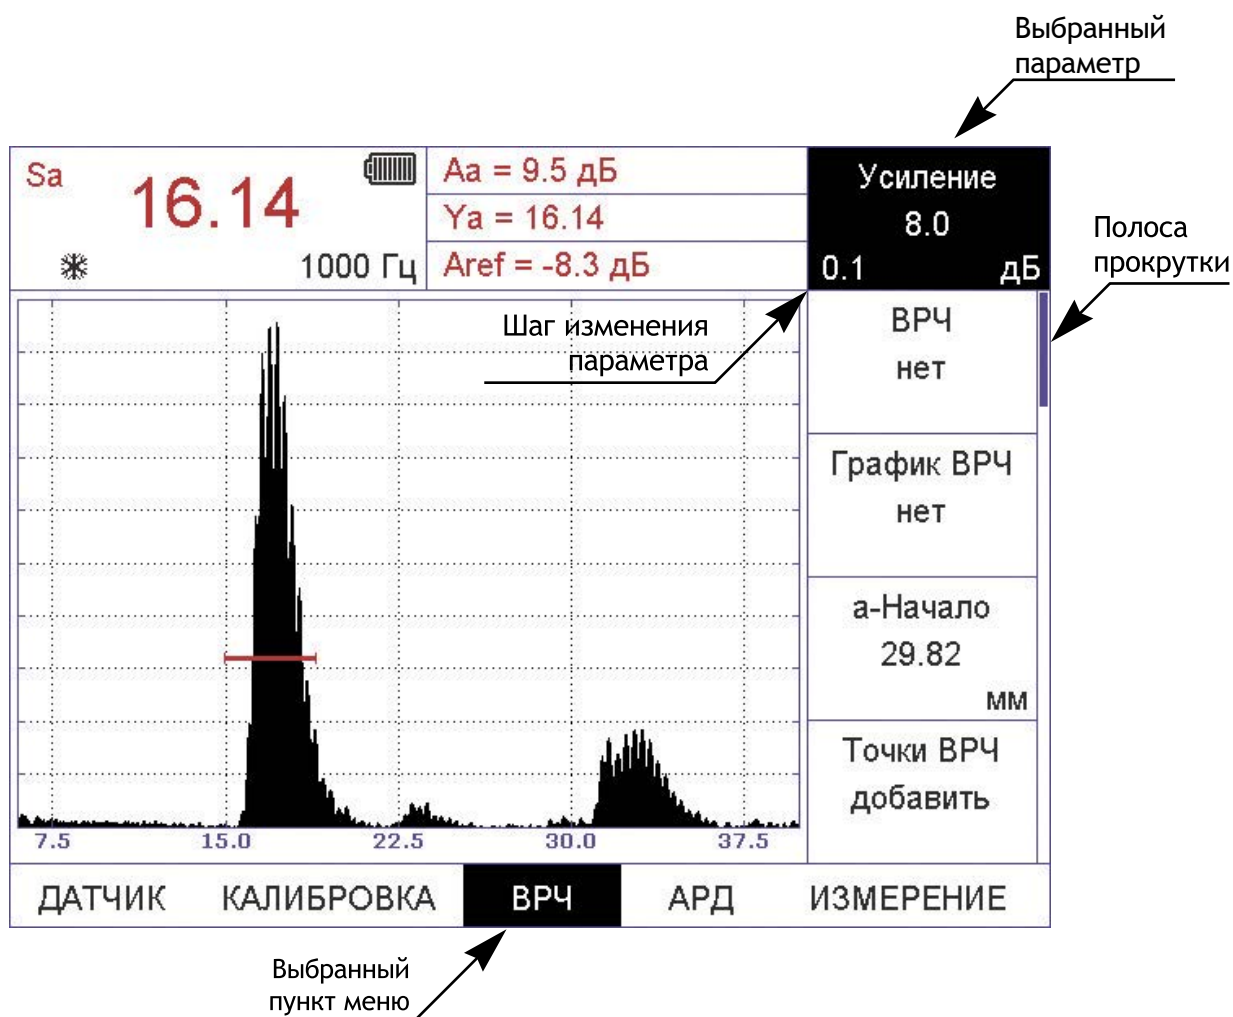

Рис. 1-8 Работа с меню дефектоскопа
*Замечание: Рис. 1-8 показывает структуру главного меню дефектоскопа*
В некоторых пунктах меню более 5 параметров, что не позволяет одновременно наблюдать их на экране дефектоскопа. Для индикации состояния меню в самой правой части экрана присутствует полоса прокрутки (рис. 1-8)